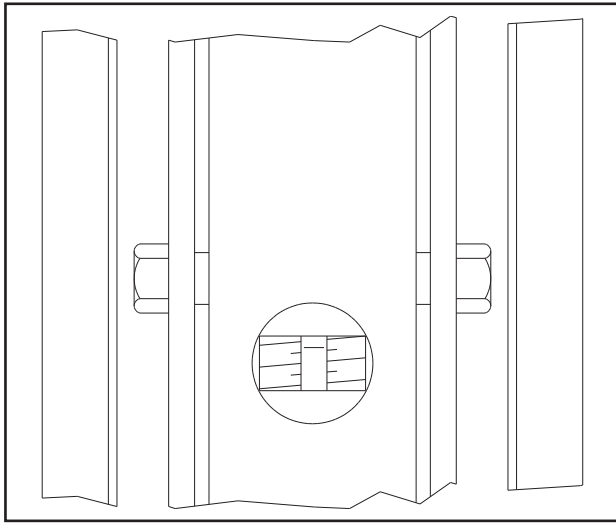

Fig.63 - Abb.63
- portare i carrelli ad una altezza tale che le chiocciolate si trovino in corrispondenza dei fori ricavati sui carter (Fig.63).
- raise carriages to same level as holes on side guards (Fig.63).
■ Placer les chariots à hauteur telle que les écrous se trouvent en face des trous de visite pratiqués dans les carters de vis (fig.63).